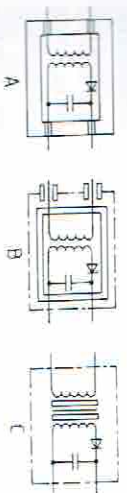

Bild 18-7: Schutzisolierungen
Eine andere Schutzmaßnahme gegen unzulässig hohe Berührungsspannung ist die Schutzisolierung. Diese kann als Schutzisolierrummhüllung (Bild 18-7 A), Schutzzwischenisolierung (B) oder verstärkte Isolierung (C) ausgeführt sein.